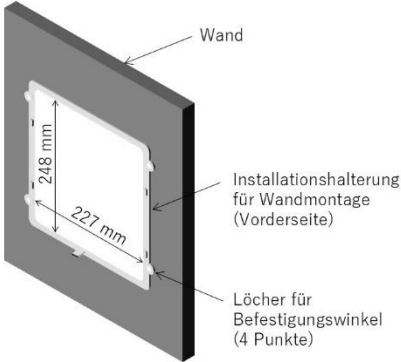

Abb. 3.4.1
- Machen Sie eine Öffnung (Länge 248 mm x Breite 227 mm) an der Stelle der Wand, wo Sie die Installation vornehmen möchten (Abb. 3.4.1).